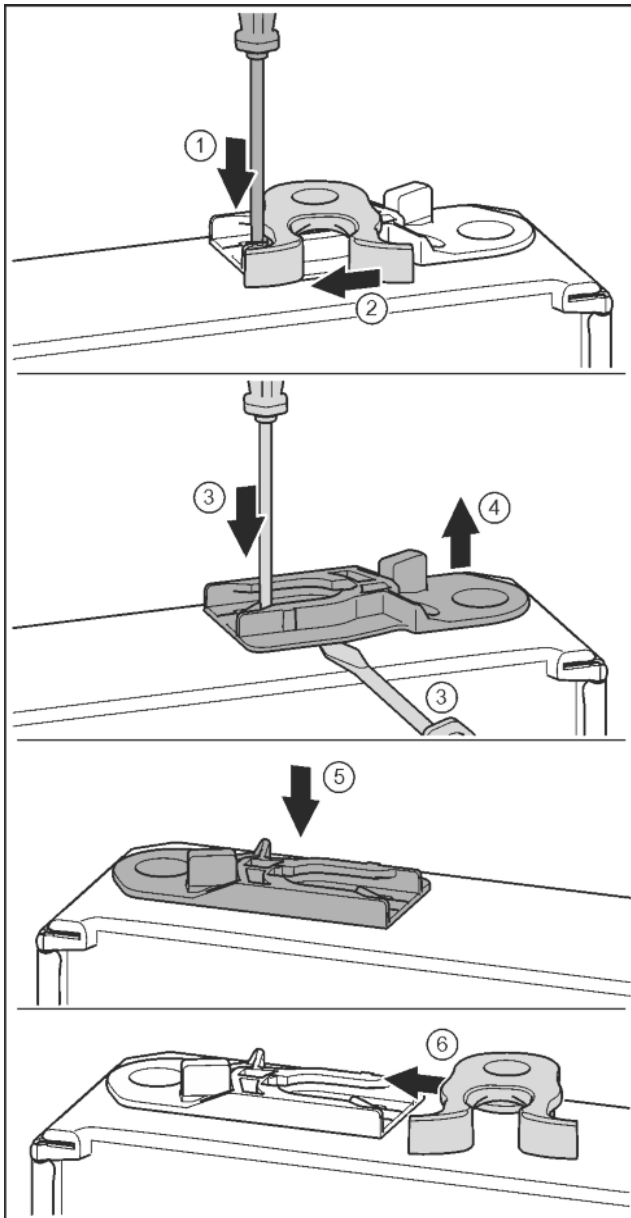

Fig. 20
- ▶ Plochým šroubovákem přitlačte lamelu dolů. Fig. 20 (1)
- ▶ Vytáhněte petlici z vedení. Fig. 20 (2)
- ▶ Vytáhněte vodící pouzdro: Stiskněte jazyček šroubovákem a současně plochým šroubovákem zajeďte pod vodící pouzdro. Fig. 20 (3, 4)
- ▶ Vodící pouzdro přiložené v příslušenství zasuňte na druhé straně pláště. Fig. 20 (5)
- ▶ Petlici zasuňte do vedení. Fig. 20 (6)